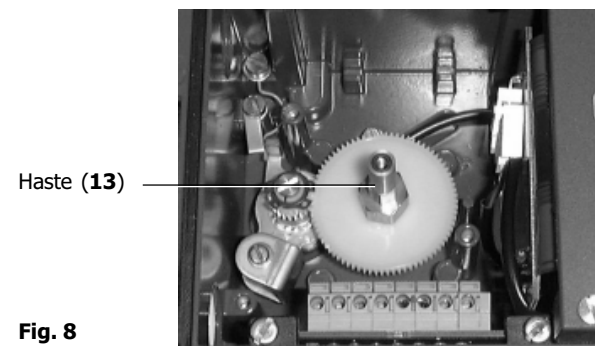

Fig. 8
4.3.5 Aperte a nova haste (**13**) no pino central (ver Fig. 8) utilizando uma chave de boca de 7 mm.